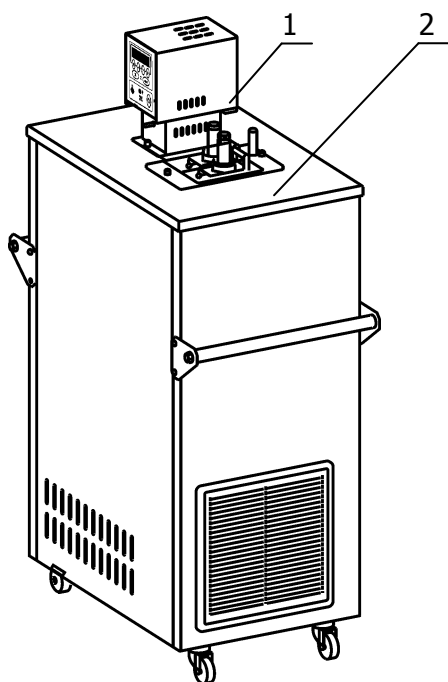
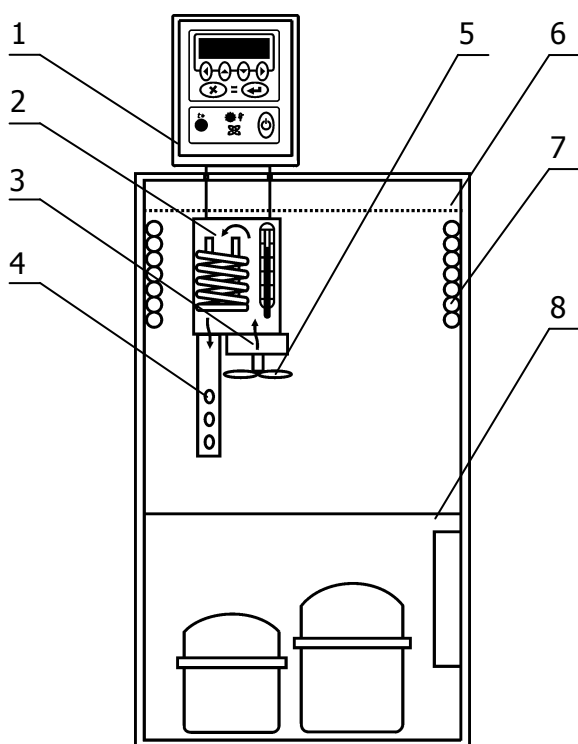

Рисунок 1 – Внешний вид термостата «КРИО-ВТ-05-01»
Рисунок 2 – Устройство термостата
1.4.2 Конструкция термостата состоит из блока регулирования температуры 1 и корпуса 2 (рисунок 1), внутри которого расположены рабочая ванна 6 и холодильная машина 8 (рисунок 2). В рабочей ванне расположены насос 3, перемешивающая крыльчатка 5 и теплообменник 7, по которому прокачивается хладагент при работе холодильной машины (рисунок 2).
1.4.3 Работа термостата заключается в поддержании заданной температуры циркулирующего теплоносителя и обеспечении равномерного температурного поля в рабочей ванне. Циркуляция теплоносителя обеспечивается центробежным насосом 3, расположенным в блоке регулирования температуры (рисунок 2).
1.4.4 Поддержание заданной температуры теплоносителя осуществляется электронным регулятором, расположенными в блоке регулирования температуры 1 (рисунок 2), при помощи датчика температуры и электрического нагревателя. Охлаждение теплоносителя осуществляется с помощью холодильной машины 8 посредством теплообменника 7, установленного в рабочей ванне (рисунок 2).
1.4.5 Циркуляционный насос 3 блока регулирования температуры забирает теплоноситель из рабочей ванны 6 и нагнетает его в резервуар 2 с нагревателем и датчиком температуры. В резервуаре температура теплоносителя регулируется и далее, через выходную трубку 4, теплоноситель поступает в рабочую ванну, где перемешивается крыльчаткой 5 (рисунок 2). Благодаря этому происходит постоянный теплообмен и поддержание заданной температуры. В рабочую ванну может устанавливаться корзина.